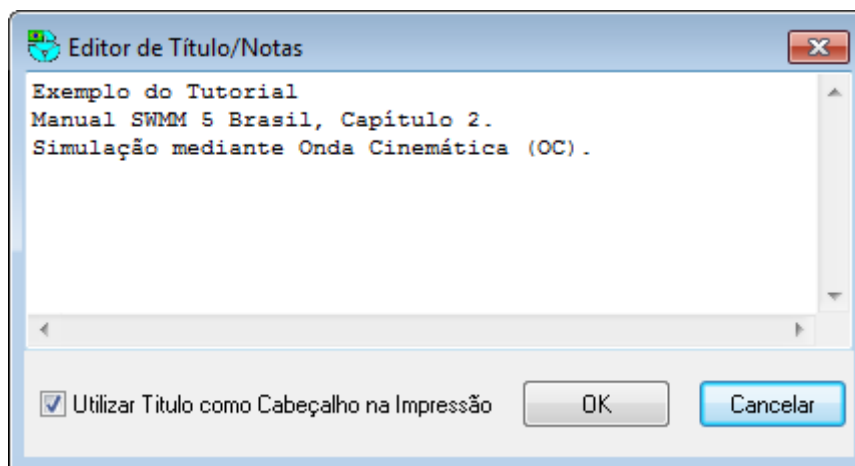

Figura 2.11 - Janela de diálogo do Editor de Títulos e Notas
2. Na janela de diálogo Títulos/Anotações que aparece (ver Figura 2.11), introduzir o texto “Exemplo do Tutorial” como título do projeto e posteriormente clicar no botão **OK** para fechar a janela de diálogo.